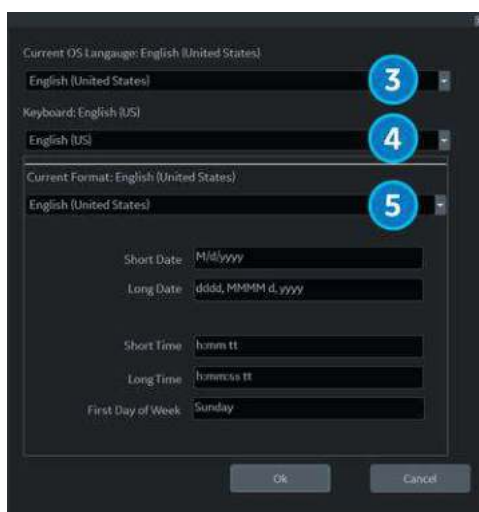

Figura 3-22. Caseta de dialog Regional Options (Opțiuni regionale)
- **Current OS Language** (Limbă SO curentă) – Selectați limba din meniul derulant (3) pentru a corespunde limbii sistemului selectată în Pasul 1.
- **Keyboard** (Tastatură) – Selectați preferința de limbă pentru tastatură din meniul derulant (4).
- **Current Format** (Format curent) – Selectați preferința de format pentru dată și oră din meniul derulant (5).
NOTĂ: Pentru Regatul Unit, este recomandat să utilizați limba ENG (1), limba SO English (United States) (3) și să modificați setările dată/oră „Current Format” (Format curent) la English (United Kingdom) (4) (consultați Figura 3-22 de la pagina 3-41).